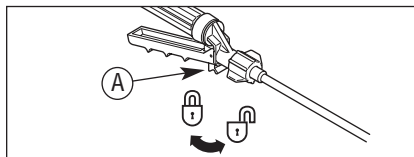

Figura 8. Coloque y quite el seguro de cierre
3. Para un rociado continuo, presione el mango de cierre y gire el seguro (A, figura 8) hacia usted. Para destrabar, gire el seguro hacia la boquilla.